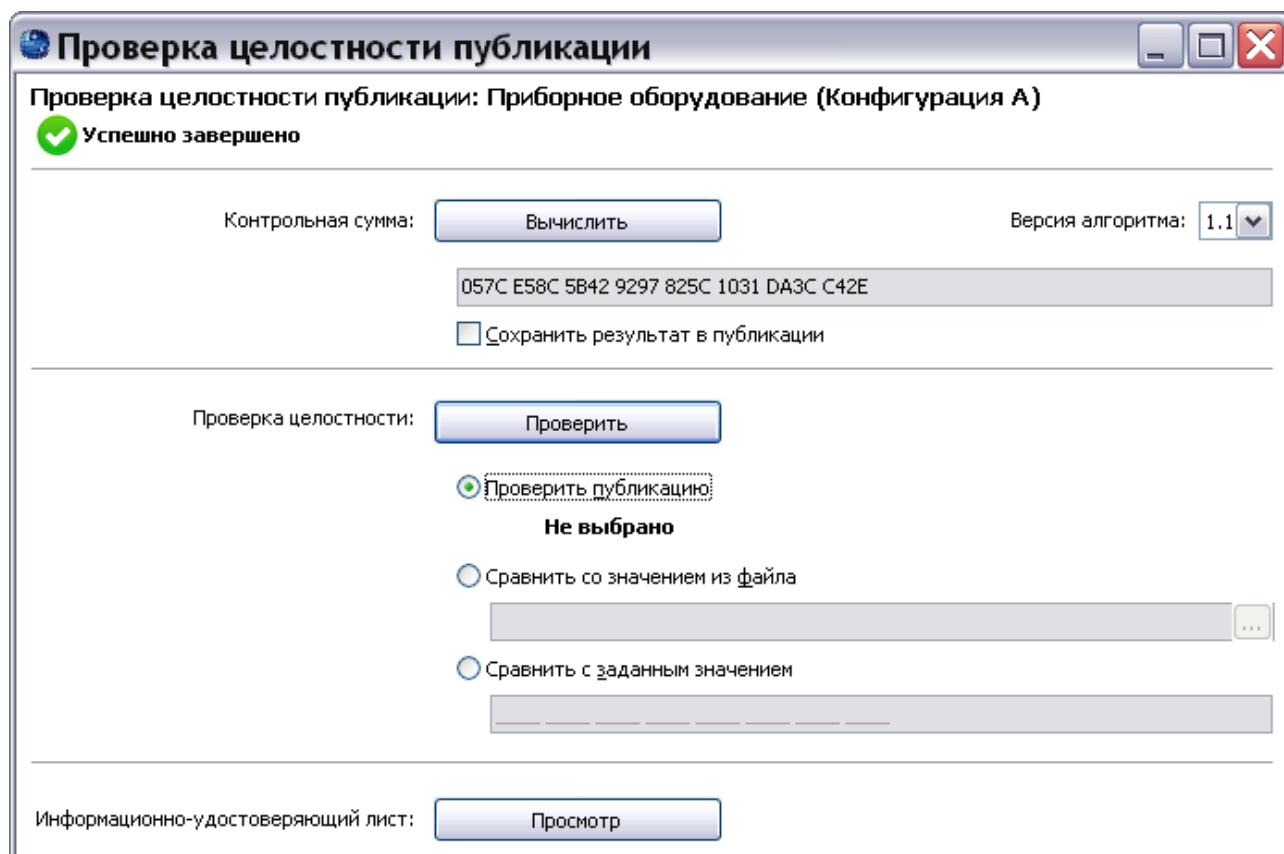

Рис. 190
3. Для вычисления значения **Контрольной суммы** публикации нажмите на кнопку **Вычислить**. После успешного вычисления в окне **Проверка целостности публикации** появится сообщение об этом и вычисленное значение (Рис. 190).